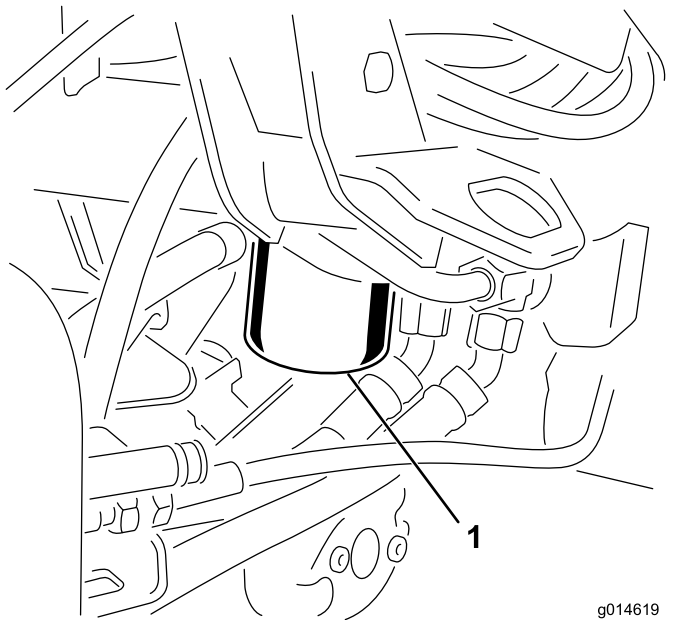

Figura 43
1. Limpe a zona em torno da montagem do filtro (Figura 43). Coloque um recipiente de escoamento debaixo do filtro e retire o filtro.